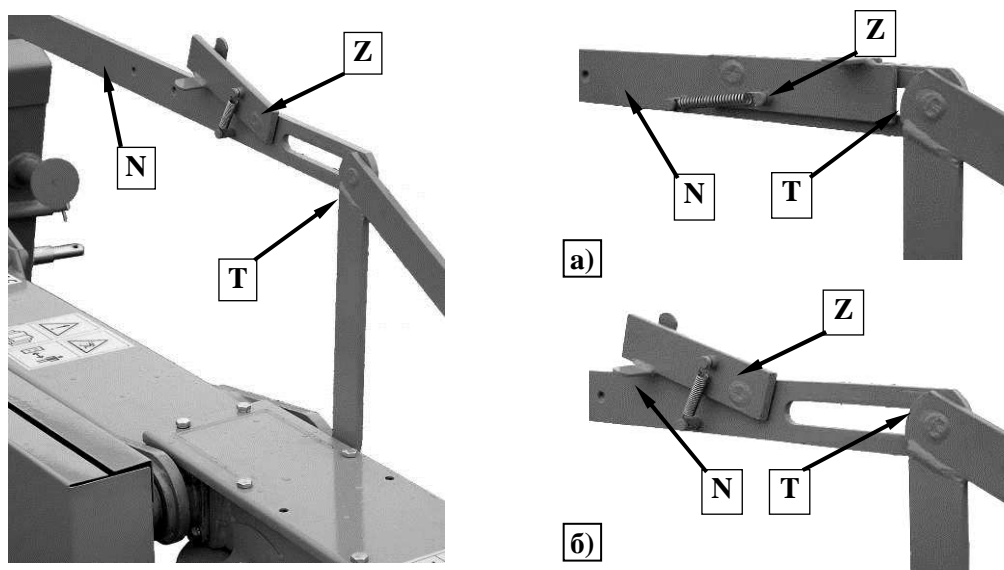

Рис. 14. Установка защёлки **Z** в положении: а) транспортном; б) рабочем
- Повернуть защёлку **Z** вверх (Рис. 14), в положение позволяющее передвигать стержень **T** в продолговатом отверстии соединительной тяги **N**. Это позволяет свободно копировать рельеф местности.